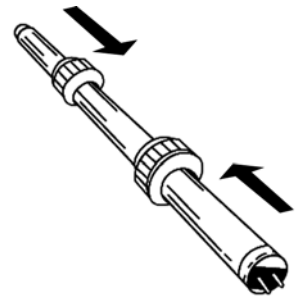

ABB. 6
5. Schieben Sie die Gewindehalterungen mit den Dichtungen bis zur Mitte der neuen Leuchtstoffröhren, so dass die Gewinde zu den Enden der Leuchtstoffröhren weisen (ABB. 6).